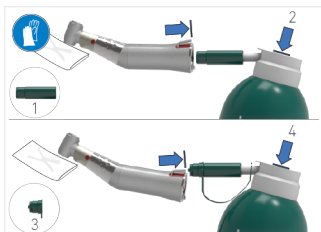

FIG. 5
2. Après avoir sélectionné la buse appropriée, effectuer le prénettoyage de l'appareil à l'aide du produit Aquacare. Vaporiser l'intérieur (FIG. 5), l'extérieur de l'appareil et l'intérieur du tuyau d'irrigation (FIG. 5).